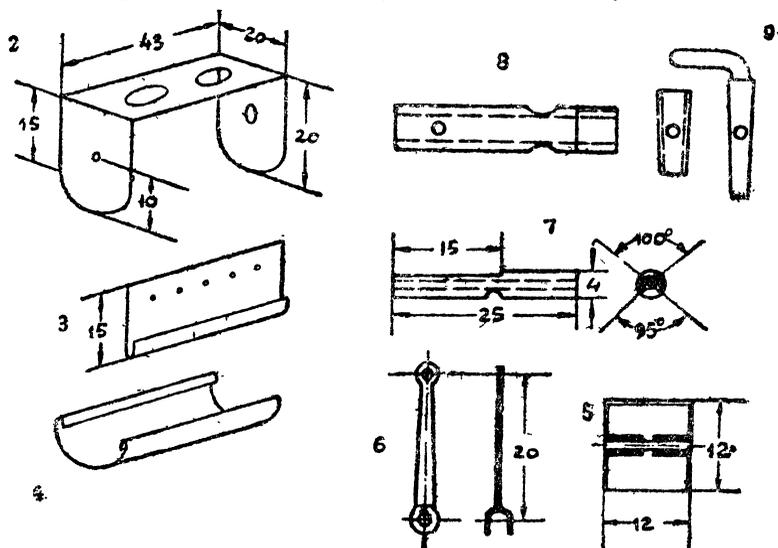

Рис. 195-б.
На рис. 195 изображена „мертвая точка“. Находясь в таком положении, двигатель не сможет начать работу, и для того, чтобы его привести в движение, нужно немного повернуть вал (если смотреть спереди, со стороны пропеллера, то по часовой стрелке) и тогда только открывать кран.
Картер состоит из четырех частей. Сперва делается главная рама картера (рис. 195-б (2)). Для этого берется 1-миллиметровая латунь или жель (можно немного тоньше) и расчерчивается острым шилом. Затем просверливаются дыры для цилиндров и
Боковые стенки картера (рис. 195-б(3)) делаются из латуни толщиной 0,3 мм или жести 0,25 мм (консервные банки). На одной стороне каждой стенки делается фальц (загиб) для дна картера. Просверлив отверстия, нужные для выхода отработанного воздуха, бока припаивают к главной раме. Дно картера (рис. 4) изготавливается из такой же латуни или жести и плотно подгоняется к фальцам боковых стенок с тем расчетом, чтобы легко можно было передвигать. Это нужно для смазки частей мотора и для ремонта.
Изготовление поршней (рис. 195-б(5)) является одной из самых трудных работ в моторе. Они делаются из этих же патронов, но берутся нижние части, от которых отрезаются стаканчики высотой 12 мм. Эти стаканчики распиливаются вдоль и осторожно сжимаются, чтобы уменьшить диаметр, до тех пор, пока они не войдут туго в цилиндры. Затем каждый поршень спаивается. После этого просверливают дыры диаметром 3 мм поперек поршня. Сверлить нужно на круглой палке. В эти отверстия вставляются обрезки трубок, которые припаиваются изнутри тинолем. Это самое трудное. Нужно следить, чтобы при пайке трубок сам поршень не распаялся. Его обматывают перед пайкой тонкой проволокой. Трубки нужны для того, чтобы шатун не ходил по пальцу в разные стороны. Не разматывая проволоки предохраняющей поршень от распаявания, припаивают доньшки поршней. Затем мелким напильником сравнивают все неровности, олово и др. Из кусочка стальной проволоки делается палец. Длина его равняется наружному диаметру поршня. Поршень готов, теперь нужно изготовить шатуны. На рис. 195-б(6) указаны размеры. Шатун состоит из двух медных или жестяных половинок, которые спаиваются вместе. Дыры просверливаются под диаметр пальца и коленчатого вала. Приладив шатун к поршню, начинаем притирать. Притирать его нужно мелким наждаком или пемзой с маслом.
Коленчатый вал (рис. 195-а(2)) делается из стальной проволоки или, лучше всего, из велосипедной спицы. Каждое колено имеет высоту 6 мм, следовательно ход поршня будет у нас 12 мм. Коленчатый вал нужно сделать очень точно, иначе будет большое трение, и моторчик понизит свое качество. Длина готового вала должна быть 85 мм.
После этого нужно заняться распределительным валом и впуском воздуха (рис. 195-б 7 и 8). Сперва нужно достать две трубки небольшого диаметра. Более тонкая должна входить в другую плотно, но легко. Для этого ее притирают. Если трубки трудно достать, сделайте из следующих материалов: втулку (рис. 195-б(8) из гнезда радиоприемника (нужно выбрать подлиннее), нарезку в крайнем случае не надо делать, а внутреннюю трубку можно сделать (рис. 195-б(7) из клапана велосипедного винтиля. Ее нужно обработать напильником и притереть. Особенно точно нужно сделать желобки для распределения воздуха. На втулке вала нужно просверлить четыре отверстия; два диаметром 1,5 мм,—для трубок, которые подводят воздух к цилиндрам, и два—для крана. Верхнее отверстие должно быть больше, соответственно конусу трубки крана.
Кран (рис. 195-б (9) делается следующим образом. Берется трубка наружным диаметром 3 мм, и внутренним 1,5-2, мм., но не меньше. Из латунной проволоки диаметром 2-3 мм вытачивают напильником конус длиной 30 мм. На точность конуса нужно обратить все внимание, потому что из-за малейшей неточности кран будет пропускать воздух. Сделав конусный стержень, вставляем в трубку и ударами молотка прогоняем до тех пор, пока стержень не войдет на 12—15 мм. Затем стержень нужно согнуть в верхнем конце для образования рукоятки, притереть и просверлить отверстие диаметром 1 мм. насквозь: через трубку и конус. После этого нужно впасть кран во втулку.
Теперь осталось сделать упор для вала винта (рис. 195-а (9) (материал — латунь 0,3 или жесть) и начать сборку.
5) Выгнуть воздухопроводные трубки: диаметр их — 3 мм (можно сделать паянные, если трубок не достать), и припаять согласно рис. 195-а.
6) Припаять упорный подшипник рис. 195-а (13) Это просто кусочек жести, обернутой вокруг вала.
7) Надеть на вал винта медную трубку с резьбой (рис. 195-а (9) и припаять.